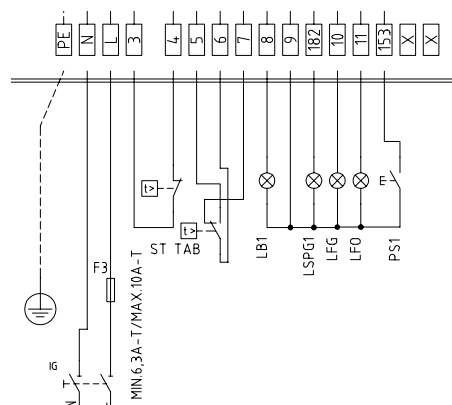

Рис. 14
- 2). Подсоединить провода, относящиеся к разрешительному сигналу от горелки к котлу, на следующие компоненты (Рис. 14)